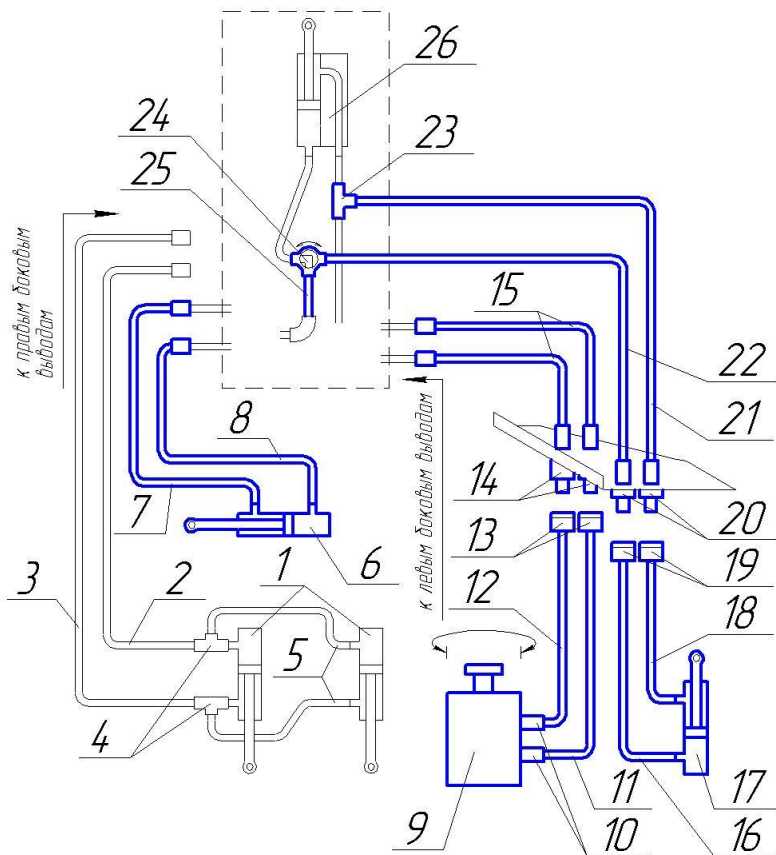

Рисунок 2.
Для питания гидроцилиндра 17 (рис. 2) используется магистраль гидроцилиндра 26 задней навески трактора. Для разветвления потока в правую линию магистрали врезают трехходовой кран 24, а в левую тройник 23. Для этого необходимо:
- соединить левую трубку и соответствующий рукав цилиндра 26 навески через тройник 23 (см. рис.2);
11. Соединить гидромагистрали «ЩБО-2.5 ПЛ» (рис.2):